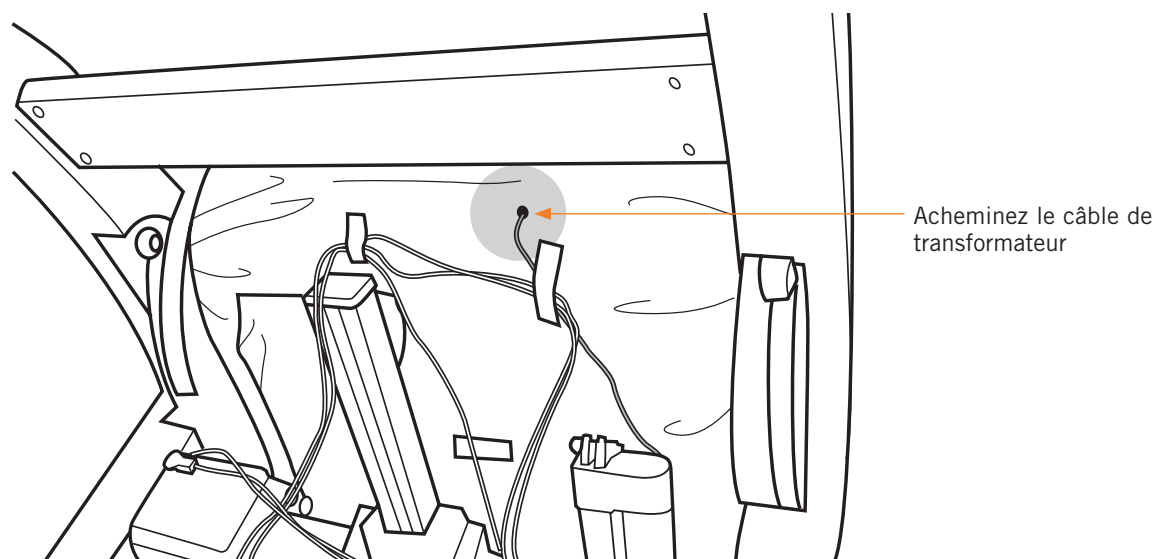

Fig.14
7. Acheminez le câble de transformateur à travers le guide de câble, puis par le trou dans la toile de fauteuil (Fig.14).